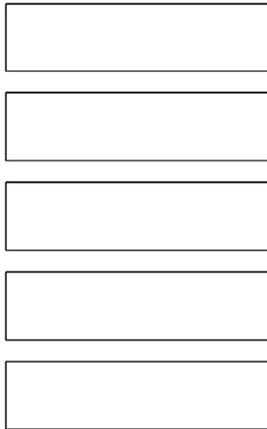

Рис. 3.1
1. Командой «ПРЯМОУГОЛЬНИК» построить фигуру размером 60×15 мм. Скопировать его 4 раза с расстоянием между копиями 20 мм. Для этого нажать кнопку «КОПИРОВАТЬ» на панели «Редактирование». Выбрать объект (прямоугольник), нажать <Enter>. Указать опорную точку на объекте (например, нижняя левая вершина прямоугольника). Кликнуть по ней мышкой. Затем начать сдвигать мышку вниз до тех пор, пока в динамическом диалоговом окне не появится сообщение «Смещение 20». После этого кликнуть мышкой и нажать <Enter>. Должна получиться картинка, похожая на приведенную на рис. 3.1.